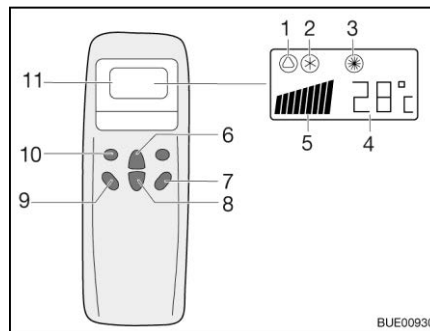
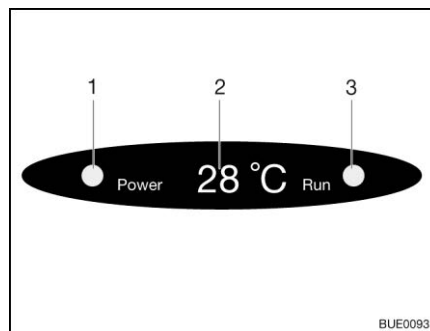

Fig. 173 Telecomando
Fig. 174 Display su diffusore
- Premere il tasto "ON/OFF" (Fig. 173,7).
- Premere il tasto "Mode" (Fig. 173,10) spesso, finché la modalità desiderata (Fig. 173,1, 2 o 3) viene visualizzata sul display. La spia di controllo relativa sul display sul diffusore (Fig. 174,3) si accende.
- Con i tasti di aumento della temperatura (Fig. 173,6) o di riduzione della temperatura (Fig. 173,8) regolare la temperatura desiderata.
- Con il tasto numero di giri ventola (Fig. 173,9) selezionare il livello desiderato per la ventola.